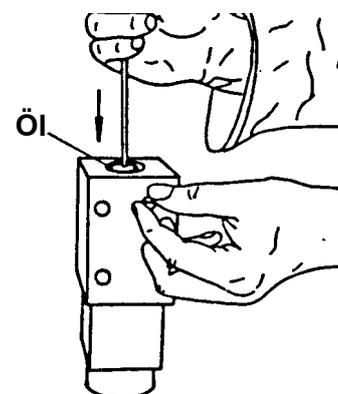

Abb. 5
19. Entlüftungsschraube herausschrauben, kurz Öl entweichen lassen und Entlüftungsschraube einschrauben (Abb. 5).